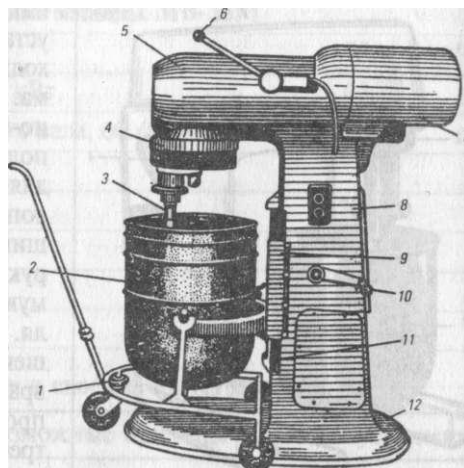

Рис. 6-10. Взбивальная машина МВ-60
**Взбивальная машина МВ-60 (рис. 6-10).** Машина предназначена для перемешивания и взбивания различных продуктов в крупных кондитерских цехах предприятий общественного питания.